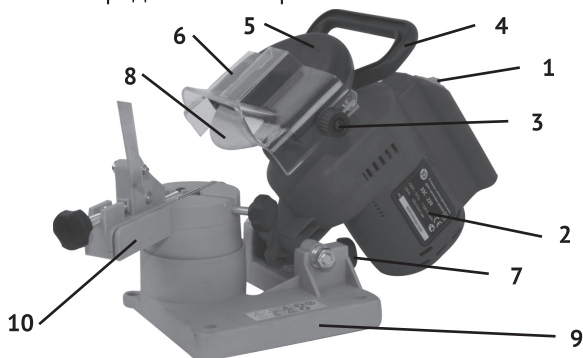
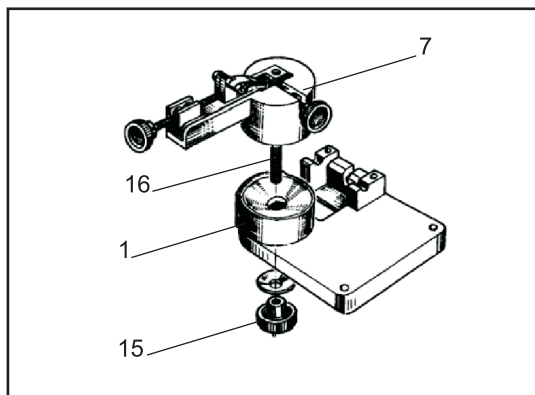

рис.1
рис.2
4.1 Общий вид станка представлен на рис.1
Извлеките электрический станок из заводской упаковки. Проверьте комплектность станка. Электрический станок поставляется в торговую сеть в разобранном виде. Перед началом работы его необходимо собрать, как показано на (рис. 2).
Установите основание 1 (рис. 2) на твёрдую и ровную поверхность верстака таким образом, чтобы фиксатор 15 (рис. 2) рабочего стола 7 (рис. 2) выступал за край верстака и обеспечивалась возможность доступа к нему при регулировке угла заточки (вправо/ влево). Закрепите основание на верстаке используя монтажные отверстия 12 (рис. 1) при помощи болтов (в комплект поставки не входят).
Вставьте установочный винт 16 (рис. 2) рабочего стола, в отверстие основания и закрепите его фиксатором 15 (рис. 2). После чего установите станок в направляющие пазы, так, чтобы абразивный диск располагался ближе к рабочему столу 7 (рис. 2) и зафиксируйте его двумя пластинами с винтами. После этого станок готов к работе.
Для замены абразивного диска необходимо снять подвижный щиток 6 (рис. 1), после чего снять защитный кожух 5 (рис. 1). Зафиксировать абразивный диск и открутить фиксатор абразивного диска. Заменить диск на новый и произвести все вышеперечисленные действия в обратной последовательности.